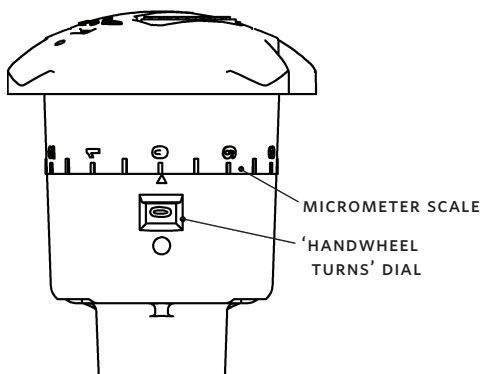

图. 9
- 2 手轮圈数刻度盘: 该圈数刻度盘印在一个齿轮机构的外表面上, 该齿轮机构位于手轮装配下半部的内侧 (图9)。手轮每次完整旋转360°都可以通过显示窗观察, 刻度0-5代表阀的旋转圈数 (图9)。
- 3 千分尺: 该计尺的刻度为0-9, 位于手柄装配的上半部。当刻度手轮圈数指示窗口上方的箭头对齐时, 代表完成了一次完整的360°打开动作 (图9)。